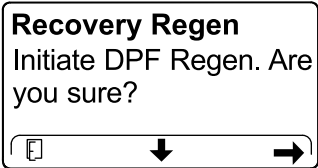

Рисунок 59
4. На экране INITIATE DPF REGEN (НАЧАЛО РЕГЕНЕРАЦИИ DPF) нажмите правую кнопку, чтобы продолжить (Рисунок 59).